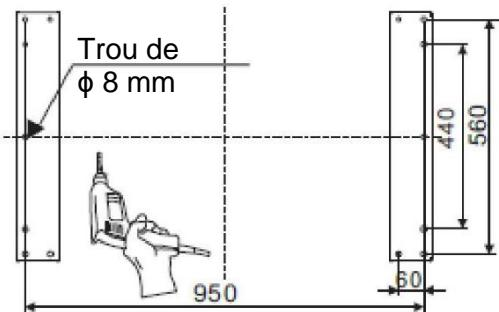
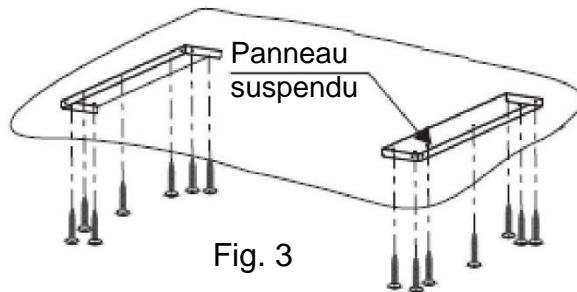

Fig. 2
Fig. 3
4. Selon la taille indiquée sur la fig. 2, percez 14 trous de $\varphi 8$ mm au plafond une fois la hauteur d'installation déterminée, 14 vis explosées (ou 14 vis plates ST6*40 mm + 14 chevilles) seront utilisées pour fixer les deux panneaux suspendus au plafond. Voir fig. 3.